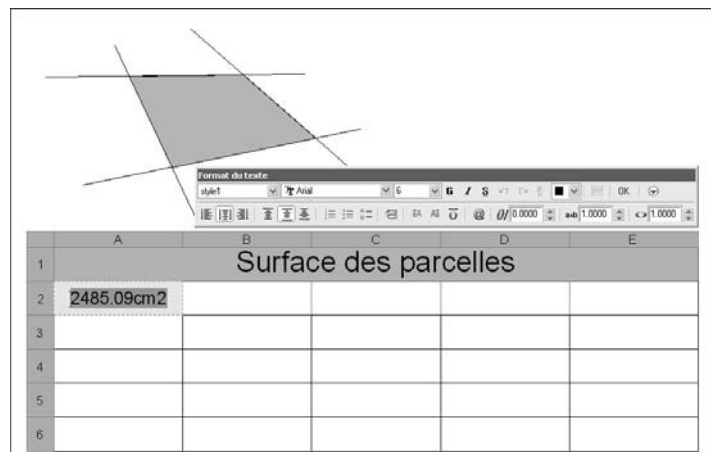

Fig.12.30
- 7 Cliquer sur OK (fig.12.30).